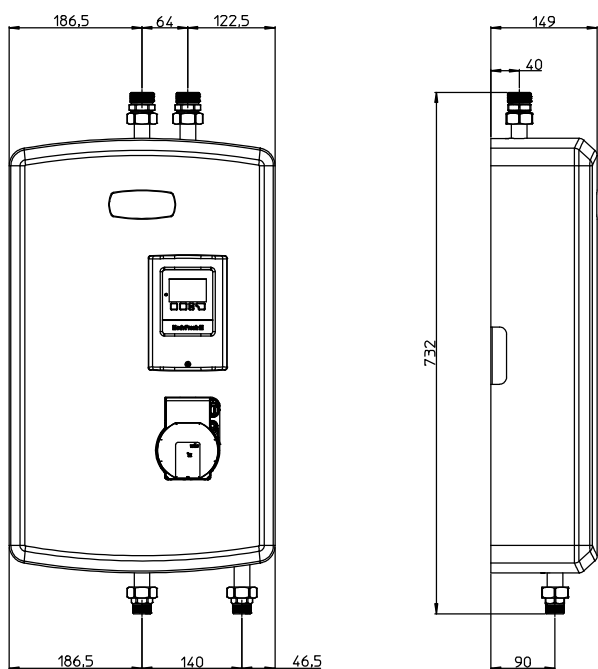

Abb. 3: Abmessungen und Achsabstände
- ✓ Die Rohrleitungen anschliessen laut Schema bei Abb.3.